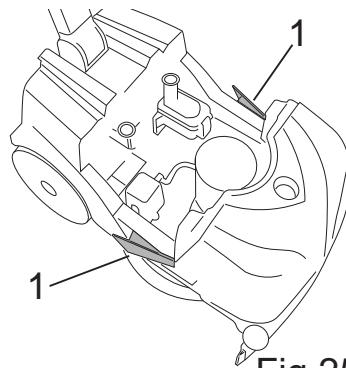

Fig.25
- Trykk på de to sidespakene som blokkerer tanken (fig. 25 - ref. 1), trekk oppsamlingstanken av fra rammen.